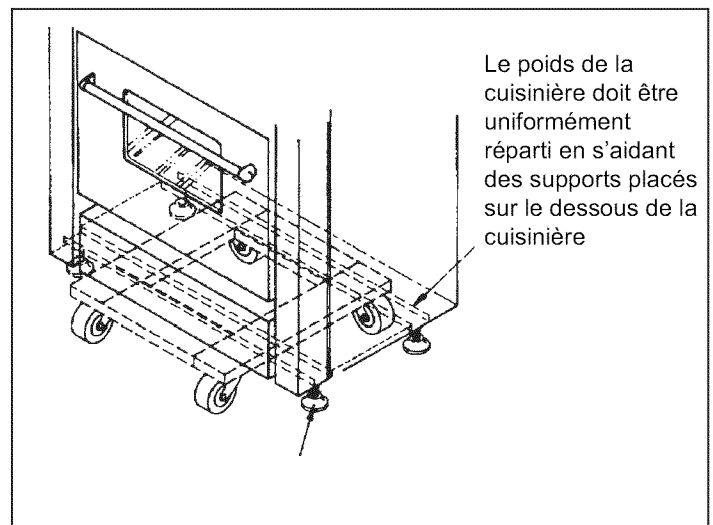

Figure 5 : Mise en place sur la plate-forme à roulettes
- En raison du poids de la cuisinière, il convient d'utiliser une plate-forme à roulettes souples pour la déplacer. Le poids doit être uniformément réparti sur la plate-forme (voir Figure 5).